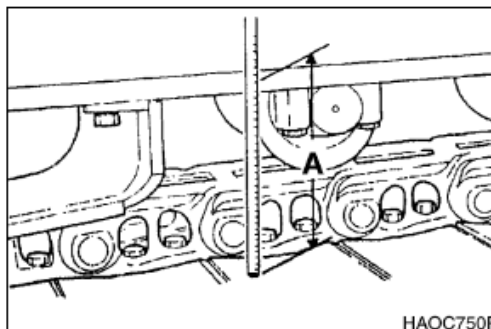

Figura 101
2. Mida la distancia (A, Figura 101) comprendida entre la parte final del bastidor y la parte superior del bastidor de la zapata de oruga. Se recomienda un nivel de tensión entre 320 -340 mm. para operar sobre la mayoría de las superficies.